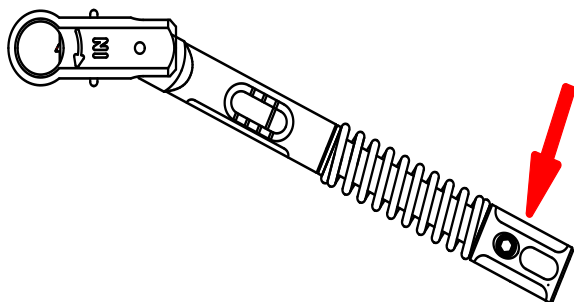

Figura 2
- O ponto de pressão para um acionamento exato do torque é exclusivamente na pega da porca de ajuste (ver seta em **Figura 2**).